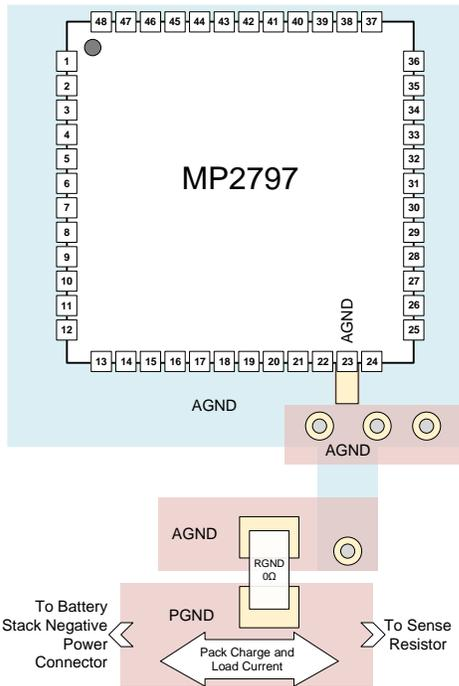
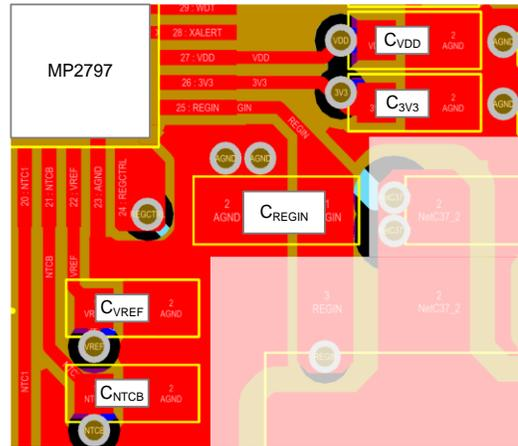
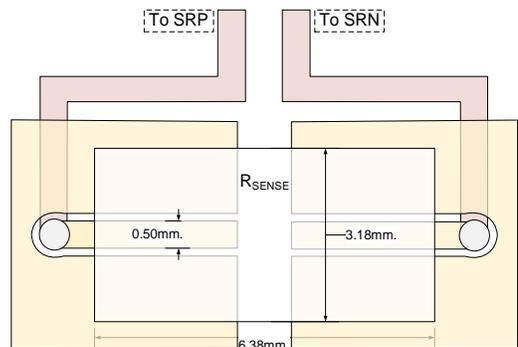

图 23: AGND 推荐布局
图 24: 去耦电容器推荐布局
图 25: 采用 4 线封装的 2512 采样电阻
正确的 PCB 布局对于降低噪声、优化器件的精度与可靠性至关重要。为获得最佳结果，请参考图 23、图 24 和图 25 并遵循以下指南：
1. 接地层布线应注意降低接地噪声并防止杂散电流（参见图 23）。
5. REGIN、VDD、VREF、3V3 和 NTCB 引脚需要外部去耦电容器，这些电容器应尽可能靠近各引脚。从这些引脚到 AGND 的走线电感最小化（参见图 24）。
6. 考虑为采样电阻使用开尔文连接。最好使用带专用采样焊盘的采样电阻。简单的双端子采样电阻可以在 4 线采样配置中使用（参见图 25）。